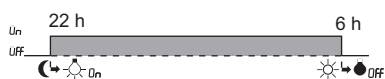

Fig. 1: París, 20 de junio, amanecer a las 10.00 h y anochecer a las 18.00 h
- Una vez completada esta fase, IC Astro calculará las horas del amanecer y del anochecer y propondrá un programa predeterminado (funcionamiento del amanecer al anochecer), consulte la Fig. 1.